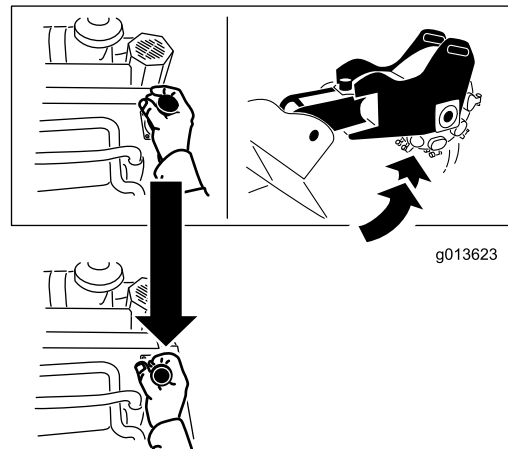

Figure 13
- Tirez le levier en arrière pour relever la dessoucheuse (Figure 13).